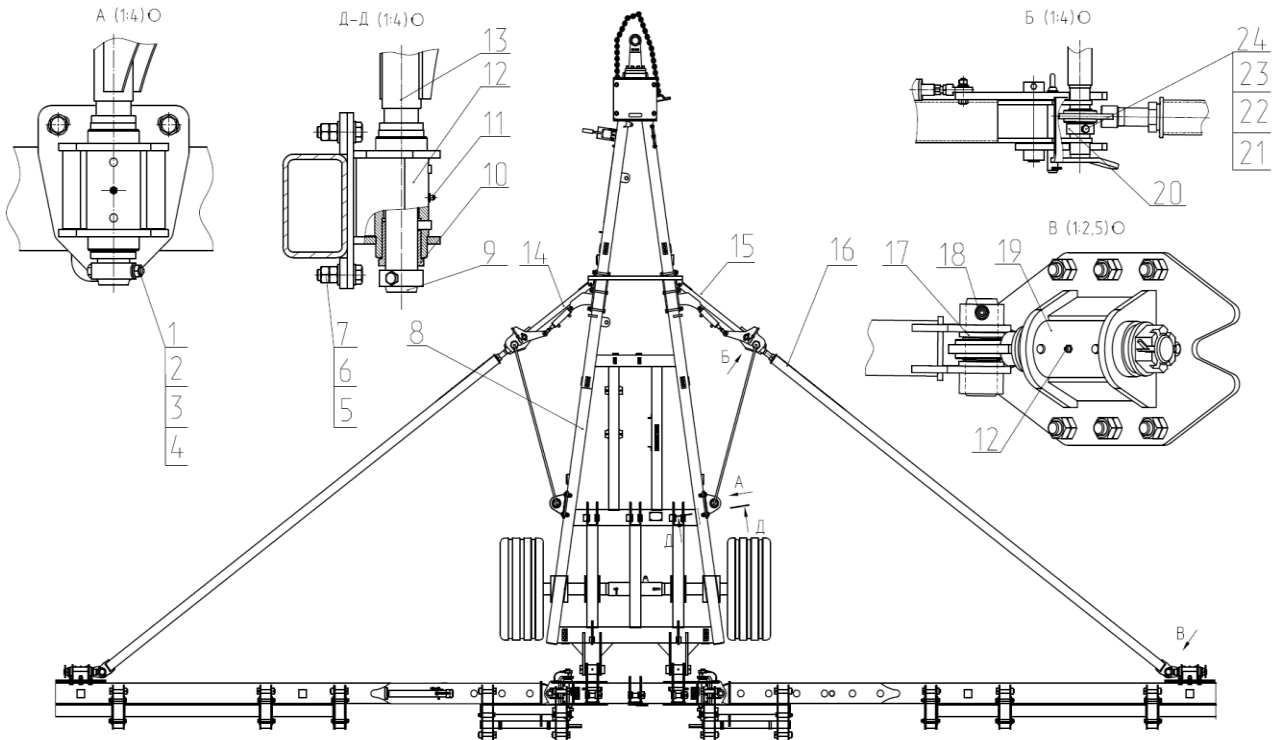

Рис.7 КБП12 04.000 Механизм растяжек.
2.5 Механизм растяжек (Рис.7) служит для удержания боковых балок в рабочем положении и удобном переводе культиватора из рабочего положения в транспортное и наоборот. Механизм состоит из двух водил 13, двух кронштейнов 14, 15, двух растяжек 16, двух стаканов 12 и двух корпусов 19.